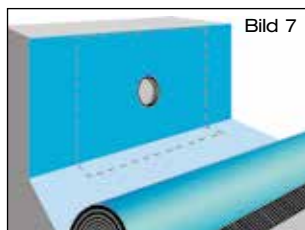
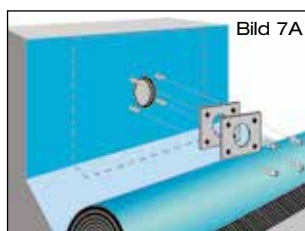

Bild 7
Bild 7A
Oberseite der Anschlussmanschette durch Erhitzen verflüssigen (Schweißverfahren). Dampfsperrenbahn paßgenau über den Schiebeflansch mit Anschlussmanschette im flüssigen Heißbitumen ausrollen, anschließend gleichmäßig andrücken bzw. anrollen (Bild 7 bzw. Bild 7A).
1.9 Bei Verwendung von Dampfsperrenbahn aus **Kunststoff** bei Ausführung DN 50 Kompressionsdichtung über Dampfsperrenbahn anbringen und mit Losflansch und beiliegenden Müttern verklemmen (Bild 7A). Beiliegende Müttern mit Steck- oder Ringschlüssel SW 17 gegenüberliegend anziehen.